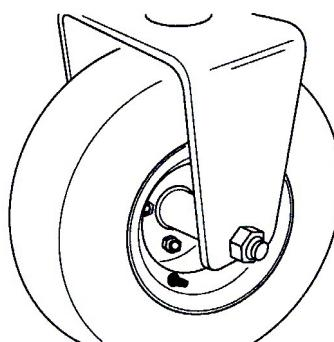

図5
- ボルトの頭のL字状の部分をキャスター・フォークに引っ掛けます。ロックナットを取り付けて締め付け、車輪をキャスター・フォークに固定する(図5)。